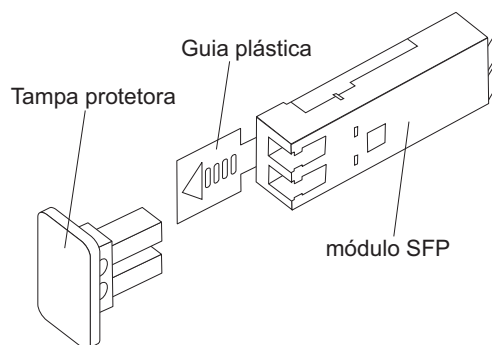

Figura 26. Módulo SFP e Tampa Protetora
2. Remova a tampa protetora do módulo SFP, conforme mostrado na Figura 26. Guarde a capa protetora para utilização futura.
2. Se necessário, remova a tampa protetora do módulo SFP, como mostra a Figura 26 na página 54. Guarde a capa protetora para utilização futura.